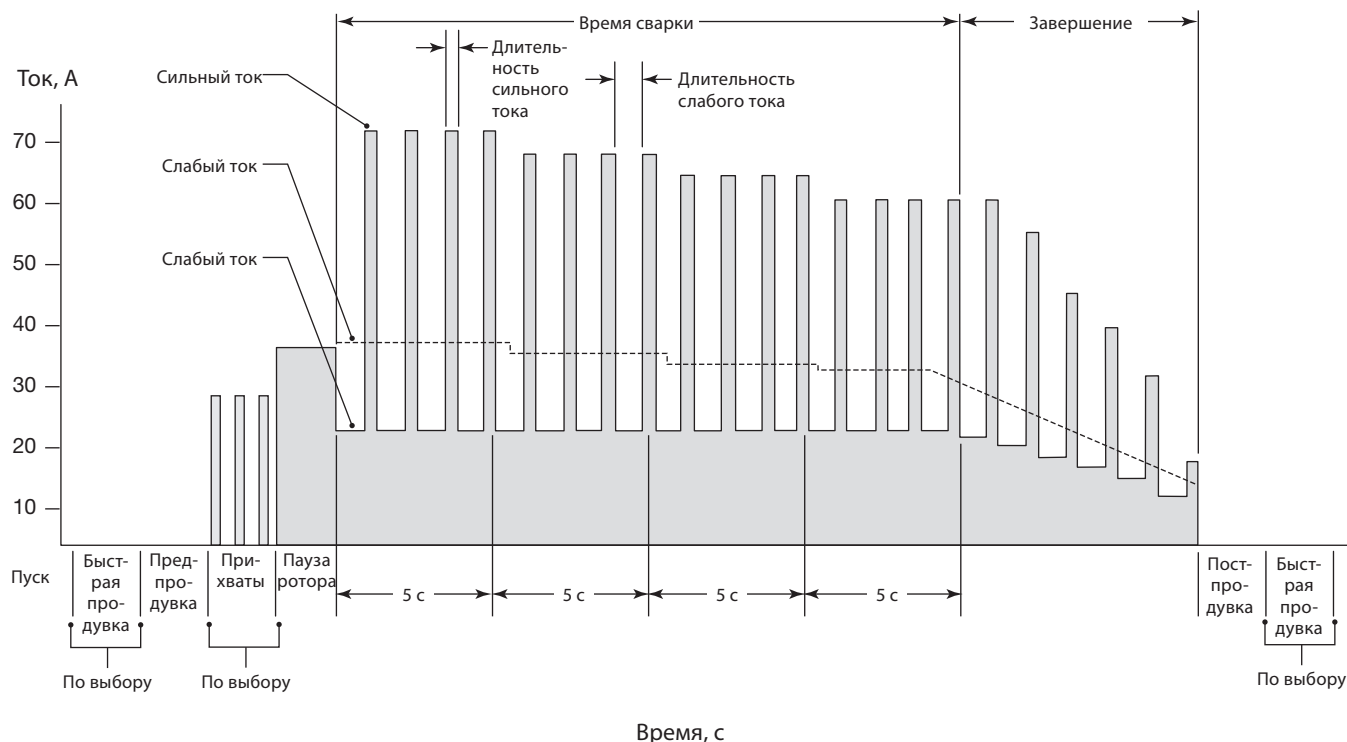

Рис. 56 — Кривая тока многоуровневой сварки
Параметры сварки — это значения, используемые для создания процедуры сварки. Форма и длительность кривой выходного тока, являющейся графическим представлением процедуры сварки, определяются настройками параметров сварки. На рис. 56 представлены типовые параметры кривой, сформированные в ходе многоуровневой сварки. Используются следующие настройки параметров сварки:
① Это действие вместе с округлением времени сварки до ближайших 0,5 секунды предотвращает появление друг за другом периодов низкого выхода напряжения в процессе перехода с одного уровня на другой. Такое явление наблюдается как пропуски между уровнями сварки. На рис. 56, стр. 52, можно заметить, что каждый уровень начинается с периода слабого тока в цикле пульсации. Время сварки, умноженное на частоту пульсации: